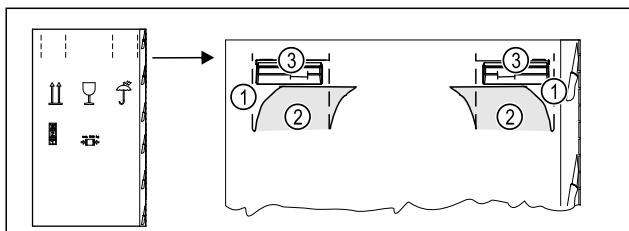

Fig. 5
- ▶ Shtypni kartonin ambalazhues lart në vrimat Fig. 5 (1).
- ▶ Nxirrni jashtë gjuhëzat e shtypura Fig. 5 (2).
- ▶ Doreza mbajtëse Fig. 5 (3) djathtas dhe majtas është e dukshme.
- ▶ Kapeni pajisjen nga dorezat mbajtëse Fig. 5 (3).